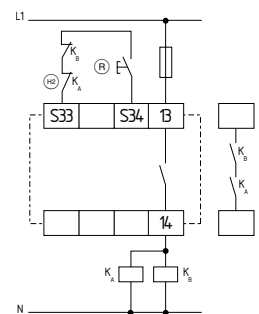

Abb. 9
**Zweikanalige Ansteuerung mit Rückführkreis (siehe Abb. 9)**